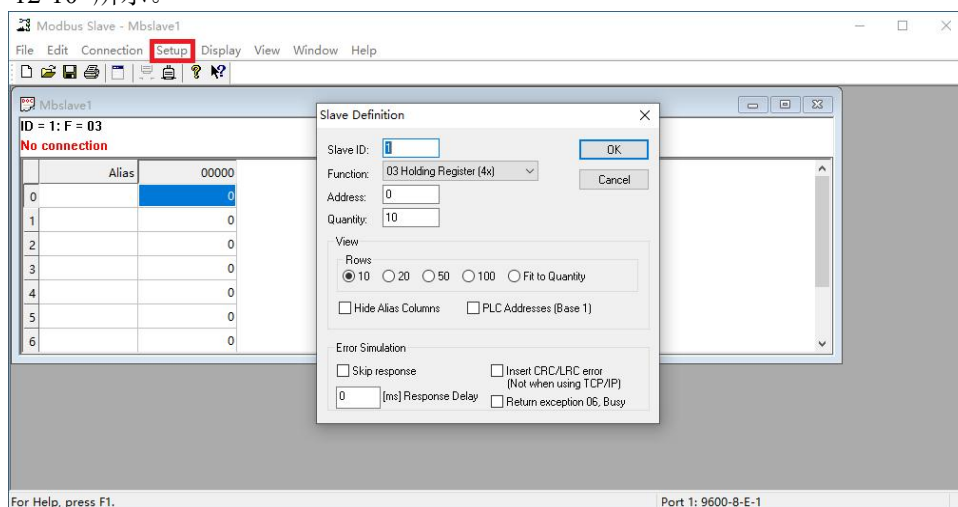

图 12-10 从机软件 MODBUS 协议设置
(4) 打开“Modbus Slave”工具，MODBUS协议设置与“Modbus Poll”相同，选择功能码3，如图 12-10 所示。